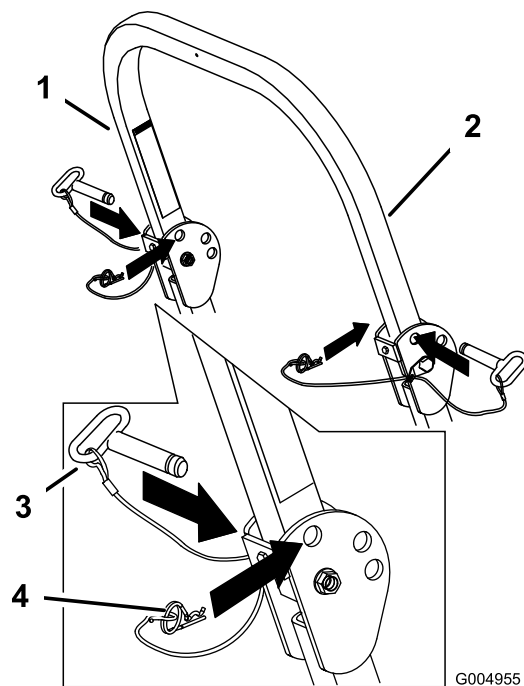

Figura 8
1. Rimuovete le coppiglie e togliete le due spine (Figura 8).
3. Montate le due spine e fissatele con le spine delle coppiglie (Figura 8).
4. Per alzare il roll bar togliete le spine delle coppiglie e le due spine (Figura 8).
5. Alzate completamente il roll bar e montate le due spine, quindi fissatele con le spine delle coppiglie (Figura 8).